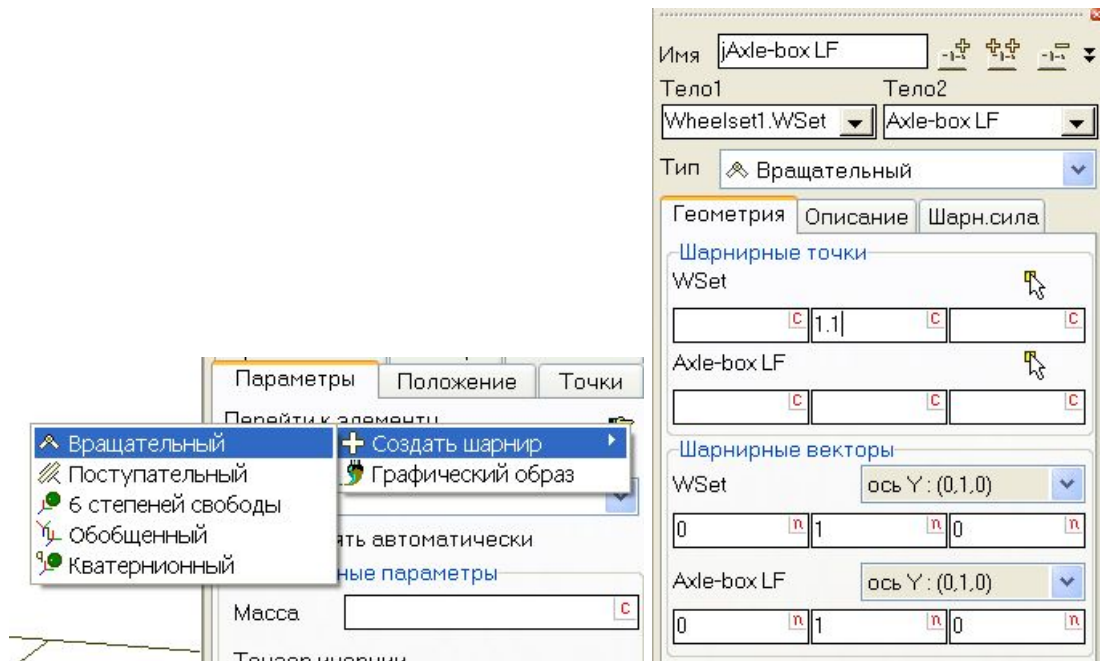

Рис. 2.15. Создание вращательного шарнира для буксы
- Щелкните на кнопке  (Перейти к элементу) и выберите пункт меню **Создать шарнир | Вращательный**, рис. 2.15, слева. Автоматически добавится шарнир, у которого в качестве второго тела задана букса.
- Назначьте первое тело Wheelset1.WSet (база первой КП) с помощью выпадающего списка, рис. 2.15, справа.